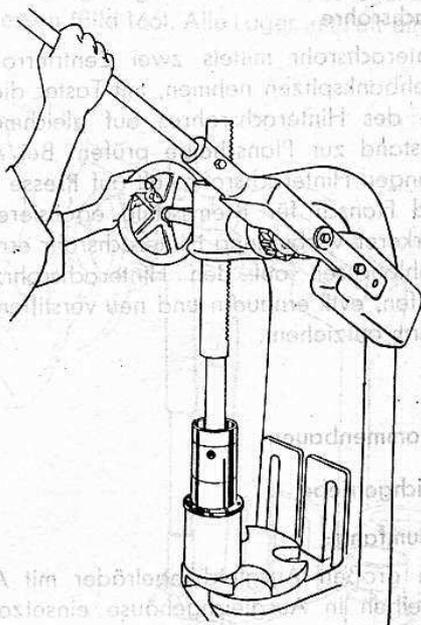

Bild 160
16. Rollenlager mit Beilagerring, Abstandring und zweireihiges Schrägkugellager (früher Längskugellager) von Lagerkörper nach vorn abdrücken (Bild 160).